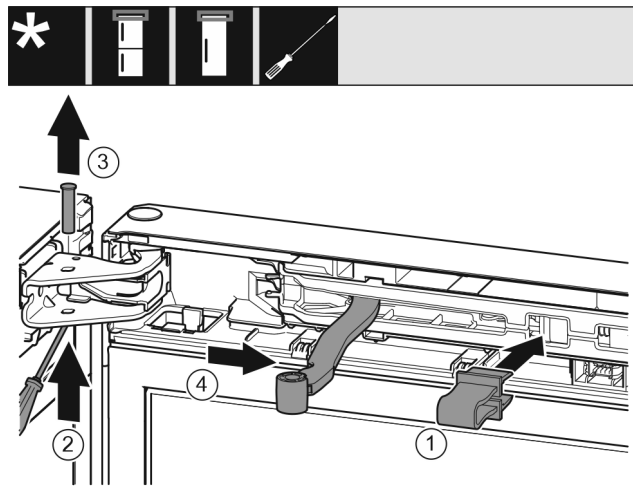

Fig. 13
- 将安全装置 Fig. 13 (1)卡入开口。
- 旋出螺栓 Fig. 13 (2)。
- 向上取出螺栓 Fig. 13 (3)。
- 将铰链 Fig. 13 (4)转向门的方向。